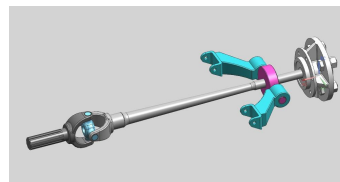

рис.61
• Повторите из учебной директории пример **Prim_Kardan** (рис.61). В этой директории присутствуют все необходимые детали и готовая *статическая сборка*. Загрузите сразу готовую *статическую сборку*.